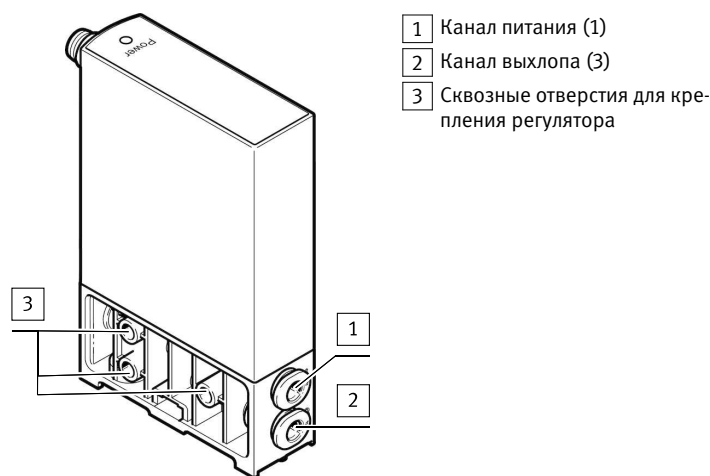

Fig. 3 Вид сзади
- канал питания (1) ➔ Fig.3,
- Установите на канале выхлопа (3) глушитель или обеспечьте отвод выхлопа через шланг ➔ Fig.3.
- канал вакуума (3) ➔ Fig.3,